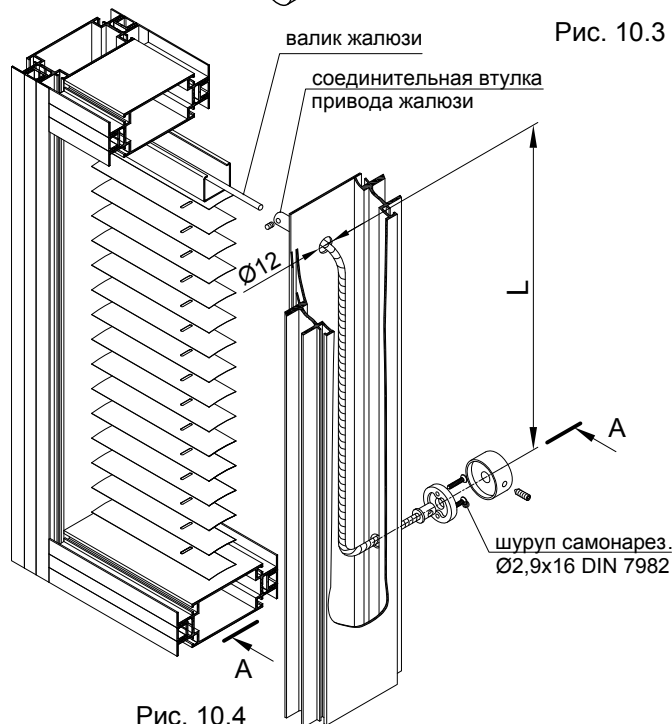

Рис. 10.4
2. На боковой поверхности стойки просверлить отв. Ø12 мм напротив оси валика жалюзи (см. рис. 10.4).
7. Одеть соединительную втулку привода жалюзи на валик жалюзи (см. рис. 10.4). Затянуть стопорный винт.